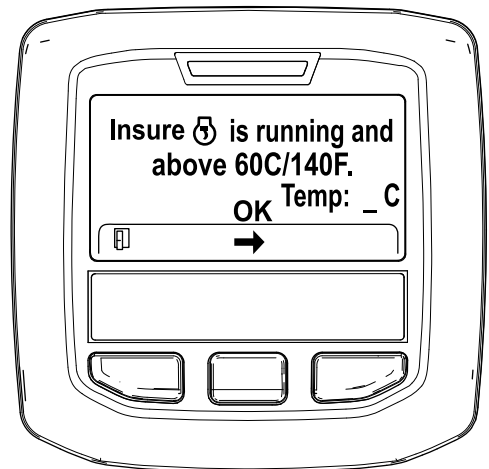

Figura 40
- Si la temperatura del refrigerante se encuentra por debajo de 60 °C (140 °F) aparece el mensaje "Insure ☺ is running and above 60C/140F" (Asegúrese de que está funcionando y por encima de 60 °C/140 °F). (Figura 40).